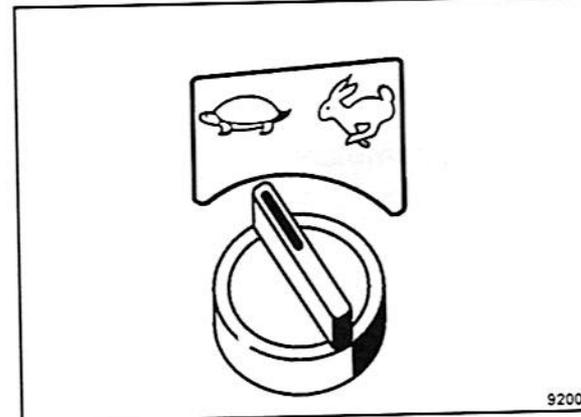

Fig. 107
- Colocar el conmutador giratorio para nivel de marcha (Fig. 107) a nivel pequeño de marcha.